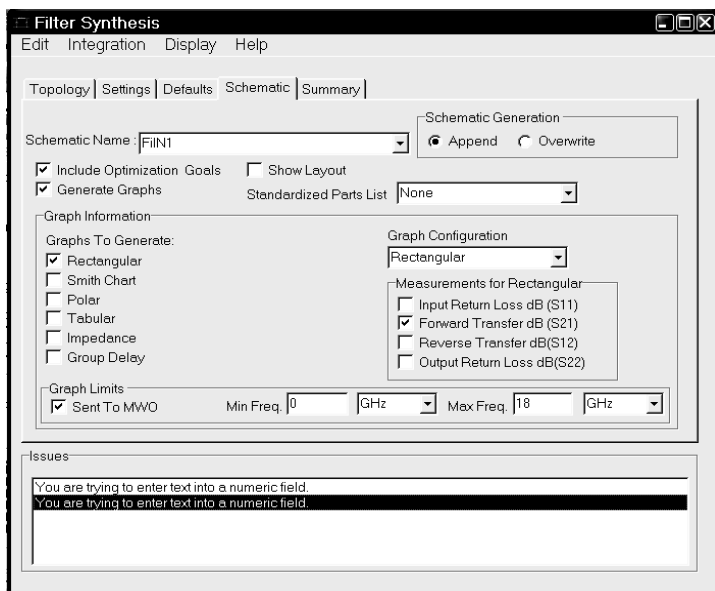

Рис. 2.5
- На вкладке **Schematic** (рис. 2.5):
**Замечание.** В области сообщений **Issues** в случае ошибочного ввода появляется предупреждение об ошибке. Показанное на рис. 2.5 сообщение (Вы пытаетесь ввести текст в числовое поле) появляется, если клавиатура не переключена на английскую раскладку (вместо точки с цифровой клавиатуры вводится запятая).